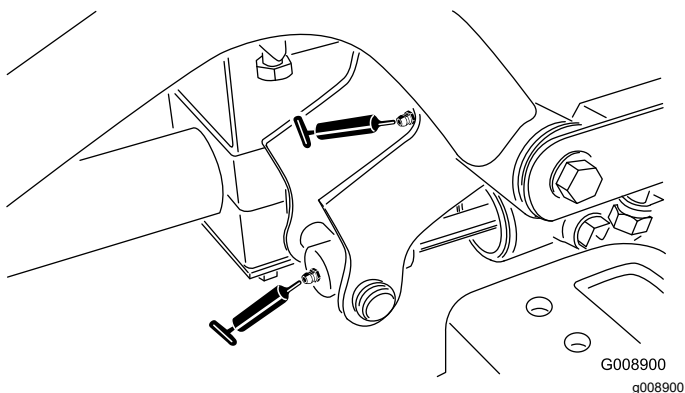

Bild 39
- 2 rechte vordere Hubarm-Drehbüchsen und Hubzylinder (Bild 39)